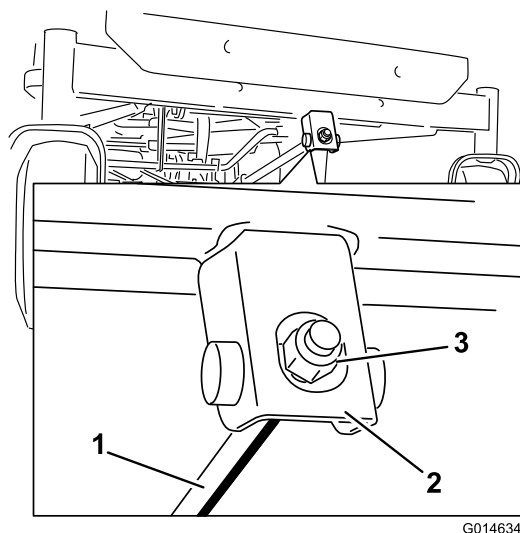

Figure 57
6. Pour régler l'inclinaison avant/arrière des lames, tournez l'écrou de réglage à l'avant du tablier de coupe (Figure 57).